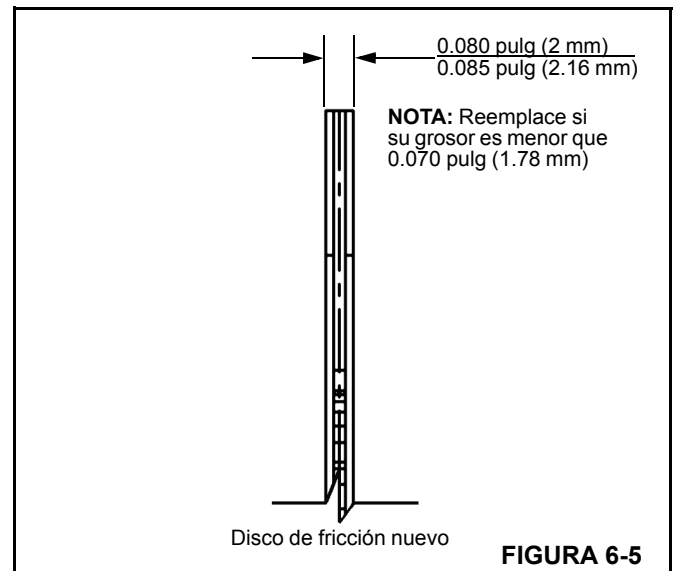

FIGURA 6-5
8. Retire el impulsor (11) de la caja de freno (1).
9. Retire los discos de fricción (3) y los platos de estator (2) de la caja de freno.
10. Inspeccione los discos de fricción en busca de desgaste y los platos del estator en busca de acanaladuras excesivas o puntos quemados. Revise el grosor de los discos de fricción (Figura 6-5).